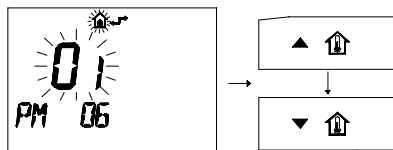

Figura 8.17
- Modificare il SET programmato agendo sui pulsanti   o   ed aspettare che il numero programmato cominci a lampeggiare (Figura 8.17)